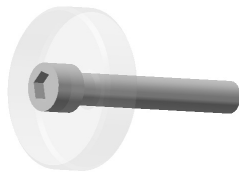

图 7.9.5 装配体
Step3. 选择命令。在“装配体”工具栏中单击  按钮(或右击  edit\_02<1>, 在系统弹出的快捷菜单中选择  命令), 此时装配体如图 7.9.5 所示。